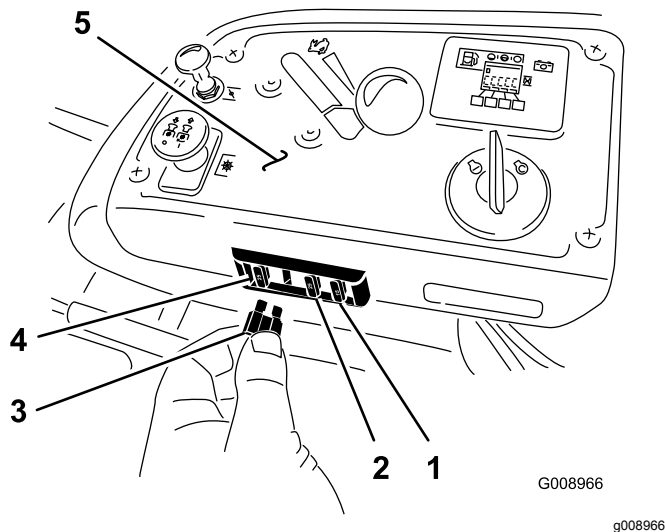

Figura 63
Los fusibles están situados en la consola, a la derecha del asiento (Figura 63).
2. Instale un fusible nuevo (Figura 63).